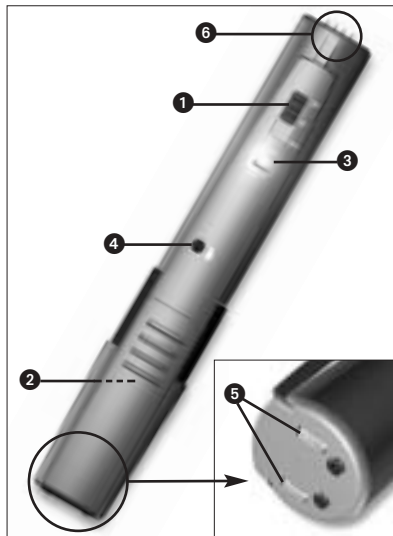

Abb. 1: Bedienelemente TM 40
2.5 Bedienelemente (siehe Abb. 1)